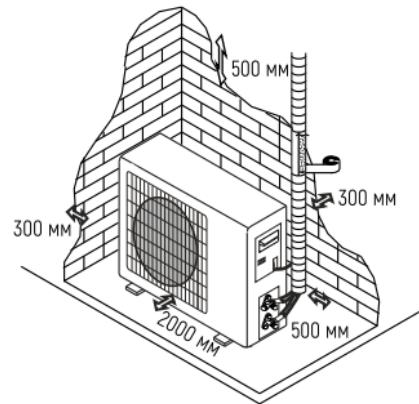

рис. 17
5. Оставьте расстояние между прибором и какими-либо объектами, как показано на рис. 17, чтобы обеспечить свободную циркуляцию воздуха.